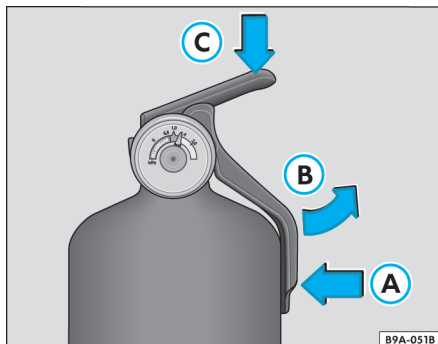

Fig. 25 Secuencia de utilización del extintor de incendio
- Rompa el precinto de inviolabilidad **A** ⇒ fig. 25.
- Levante la palanca **B** y apriete simultáneamente el gatillo **C** ⇒ fig. 25.